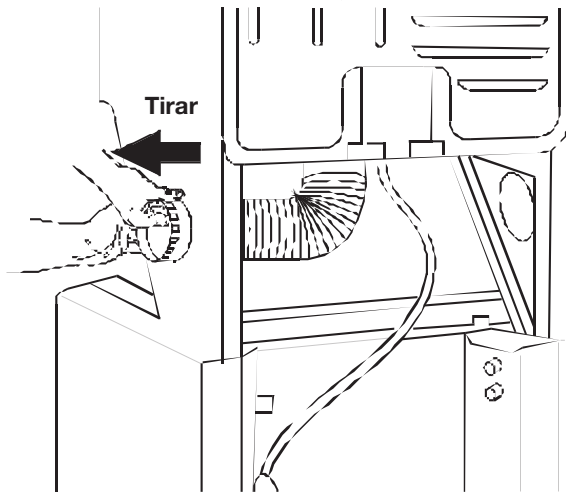

Figura 5
6. Tire del tubo de escape a través de la abertura hasta que el clip "encaje" en su sitio. Vea la Figura 5.